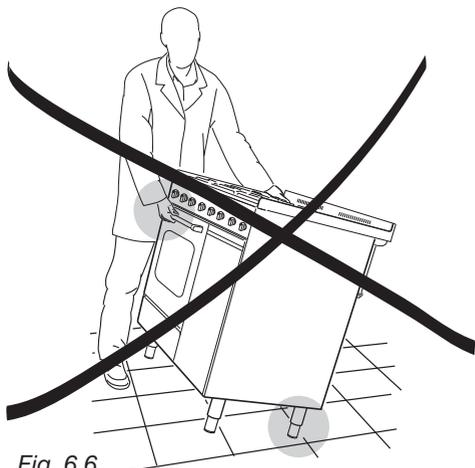

Fig. 6.6
**ATTENZIONE:** Non utilizzare la maniglia del forno per movimentare la cucina (fig. 6.6).